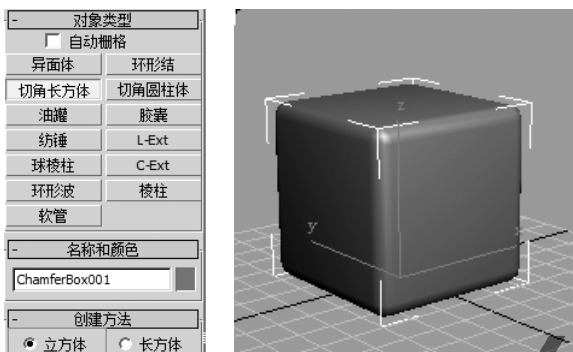

图 4-3 创建切角长方体
Step1: 选择“”创建面板→“”(几何体)→扩展基本体→切角长方体, 本例中创建的是正方体, 如图 4-3 所示。